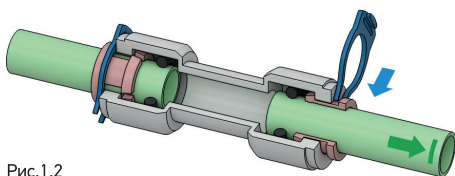

Рис.1.2
2. Слегка потяните трубку в обратную сторону для проверки надежности фиксации (рис. 1.2).
3. Вставьте в образовавшийся зазор фиксирующую клипсу (рис.1.2).